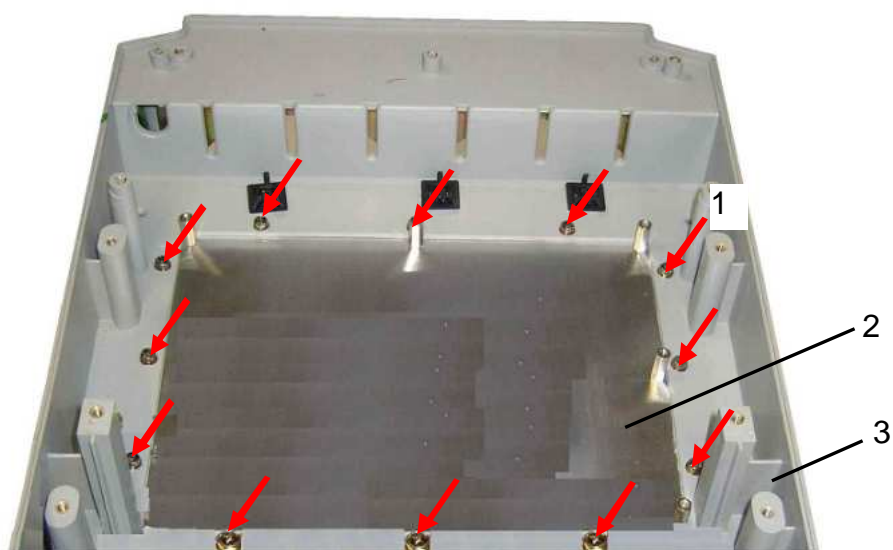

Рис. 6.18
6.11.1. Выкрутить 12 винтов 1 крепления радиатора 2 к нижней части корпуса 3 (рис. 6.18). Вынуть радиатор из нижней части корпуса. Положить радиатор и винты в тару.